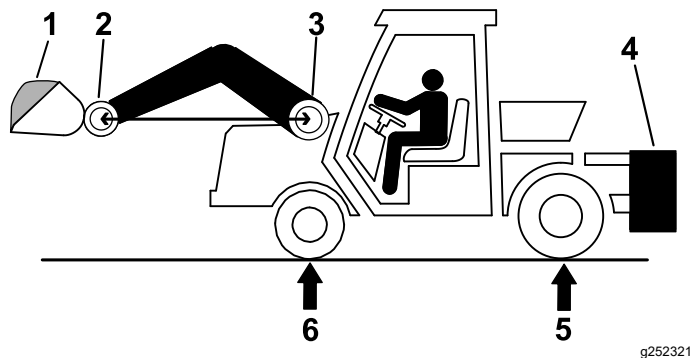

Figura 32
1. Coloque una carga completa en el cucharón y eleve el cucharón a la posición más adelantada posible, como se muestra en la Figura 32.
2. En una báscula, mida el peso bruto del vehículo (PBV) en los ejes delantero y trasero, con la cargadora elevada de manera que el pasador de giro del cucharón esté a la misma altura que el pasador de giro del brazo (Figura 32).
Nota: Si R es **menor** que el peso necesario en el eje trasero (PNET), no es necesario añadir lastre (Figura 32).